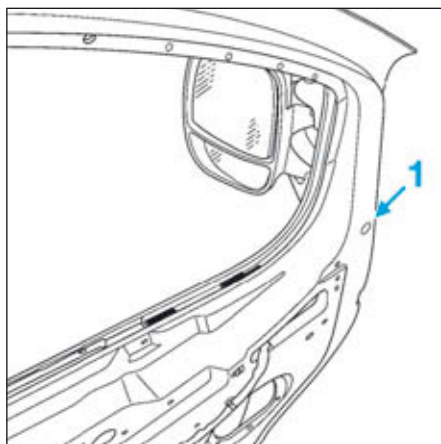

FIG.90
- l'obturateur (1) (Fig.90),
- l'obturateur (1) (Fig.90).